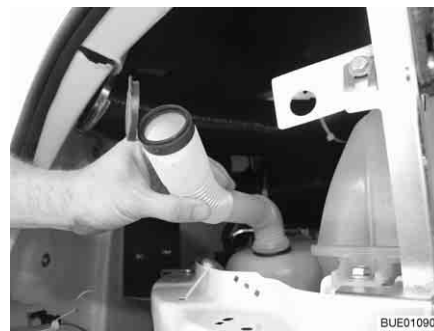

Fig. 46 Bec de remplissage en position de remplissage
- Tourner le tuyau flexible de manière à ce que l'orifice de remplissage soit placé vers le haut (Fig. 46).